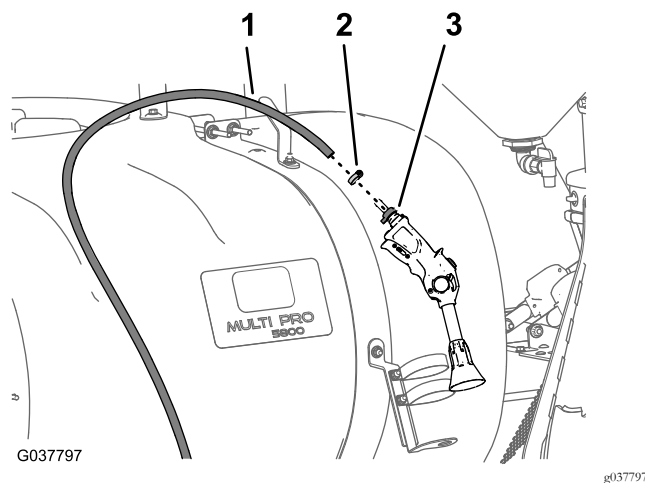

Bild 39
1. Entfernen Sie die Schlauchklemme, mit der der Zulaufschlauch an der Schlauchzahnung der Spritzpistole befestigt ist (Bild 39).
2. Nehmen Sie den Schlauch von der Schlauchzahnung (Bild 39) ab.